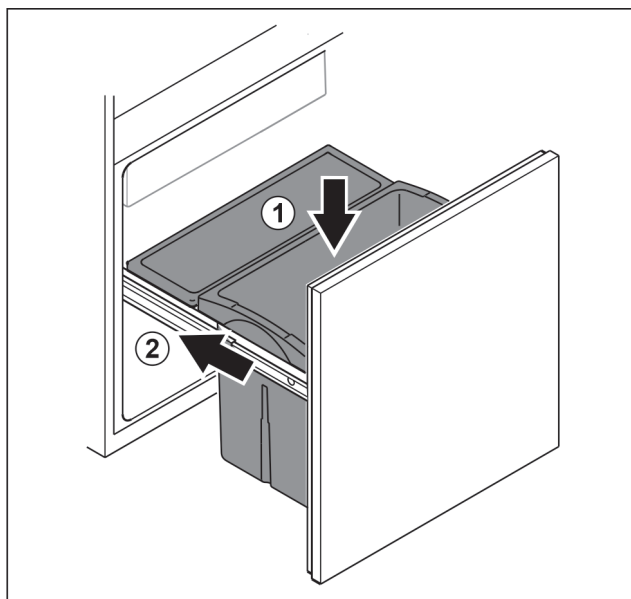

Fig. 101
- ▶ Insérer le tiroir par le haut. Fig. 101 (1)
- ▶ Introduire le chariot coulissant. Fig. 101 (2)